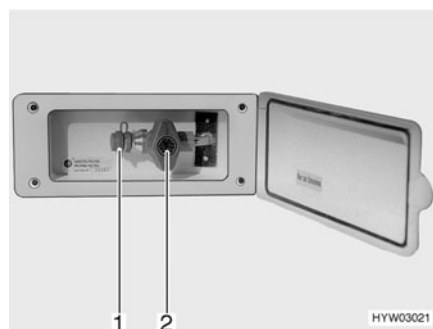

Fig. 124 Toma exterior de gas, válvula de paso de gas cerrada
La toma externa de gas (Fig. 124) está, en función del modelo, en la parte trasera o en el lado izquierdo del vehículo.
- Conectar el aparato de gas externo en el punto de conexión (Fig. 124,1).
- Abrir la válvula de paso de gas (Fig. 124,2).